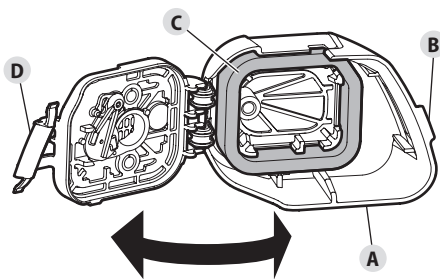

Fig. 19
1. Abra la cubierta del filtro de aire (Fig. 19-A): Enganche sus dedos detrás de la lengüeta de la tapa (Fig. 19-B). Para destrabar la tapa del filtro de aire, jale hacia la izquierda y lejos del motor. Es posible que deba jalar firmemente. Gire la cubierta del filtro de aire hacia la derecha.
2. Extraiga el filtro de aire (Fig. 19-C) del interior de la cubierta del filtro de aire.
7. Cierre la cubierta del filtro de aire: Gire la cubierta del filtro de aire hacia la izquierda y oprímala para cerrarla hasta que la lengüeta de fijación (Fig. 19-D) entra a presión en su lugar.